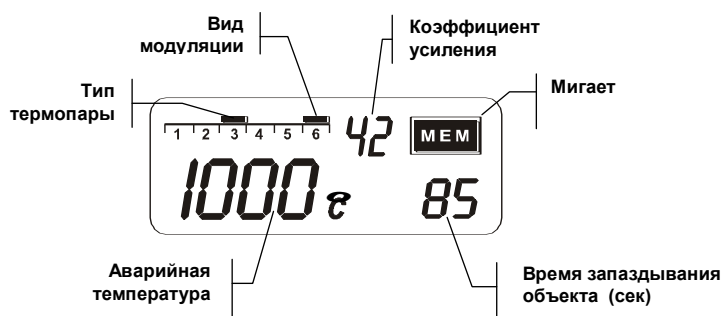

Рисунок 5. Индикация служебных параметров
2.2.3.2 Служебные параметры (см. рисунок 5).